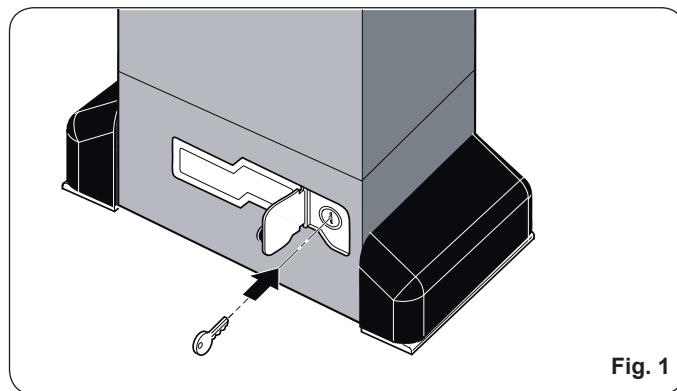

Fig. 1
1. Abrir a porta de proteção e inserir na fechadura a respectiva chave, fornecida com o equipamento (como indicado na Fig. 1).